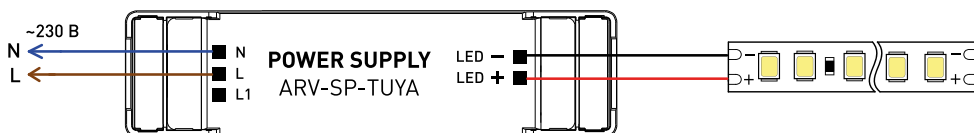

Рис. 1. Схема подключения одноканального источника питания (для арт. 052987, 052989)
- 3.6. Подключите входные провода источника питания со стороны **INPUT** к обесточенной электросети, соблюдая маркировку: **N** — синий провод, **L** — коричневый провод (пример подключения на рис. 1).